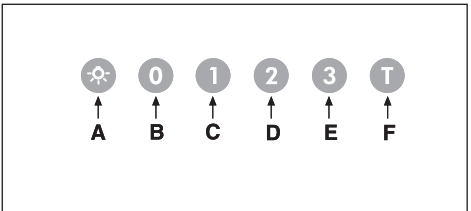

Fig.8
• **Comandi luminosi (Fig.8)** la simbologia è di seguito riportata: